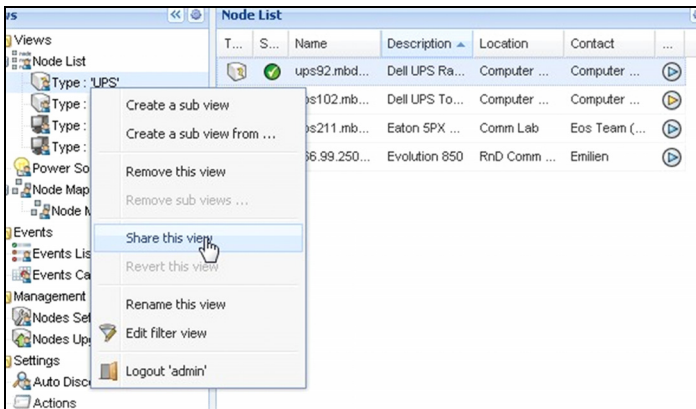

Figura 48. Condividere la selezione della visualizzazione
- 2 Fare clic su Condividi questa visualizzazione (vedere Figura 48).